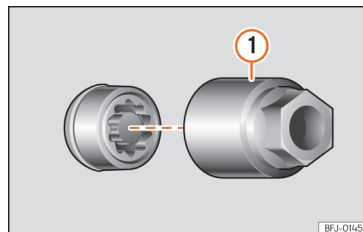

Рис. 225 Колісний болт-секретка з ковпачком та адаптером.
- Вставте адаптер >>> **рис. 225 ①** з набору інструменту в головку болта до кінця >>> с. 306.